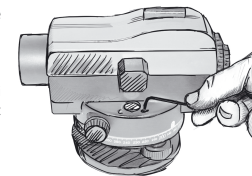

Abb. 8
- Wiederholen Sie den Vorgang, bis die Libellenblase auch bei Drehungen des Geräts zentriert bleibt (Abb. 8).